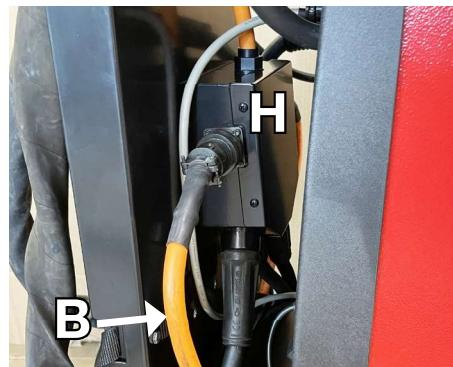

Fig. 34
Collegare il cavo segnale (B) del carrello trainafilo (F) allo sdoppiatore (H) come in fig. 34 ed il cavo del segnale (C) al generatore come in fig.35.
Connect the signal cable (B) of the wire feeder (F) to the splitter (H) as in fig. 34 and the signal cable (C) to the power source as in fig.35.
Conecte el cable de señal (B) del carro arrastrahilo (F) al divisor (H) como en la fig. 34 y el cable de señal (C) al generador como en la fig.35.